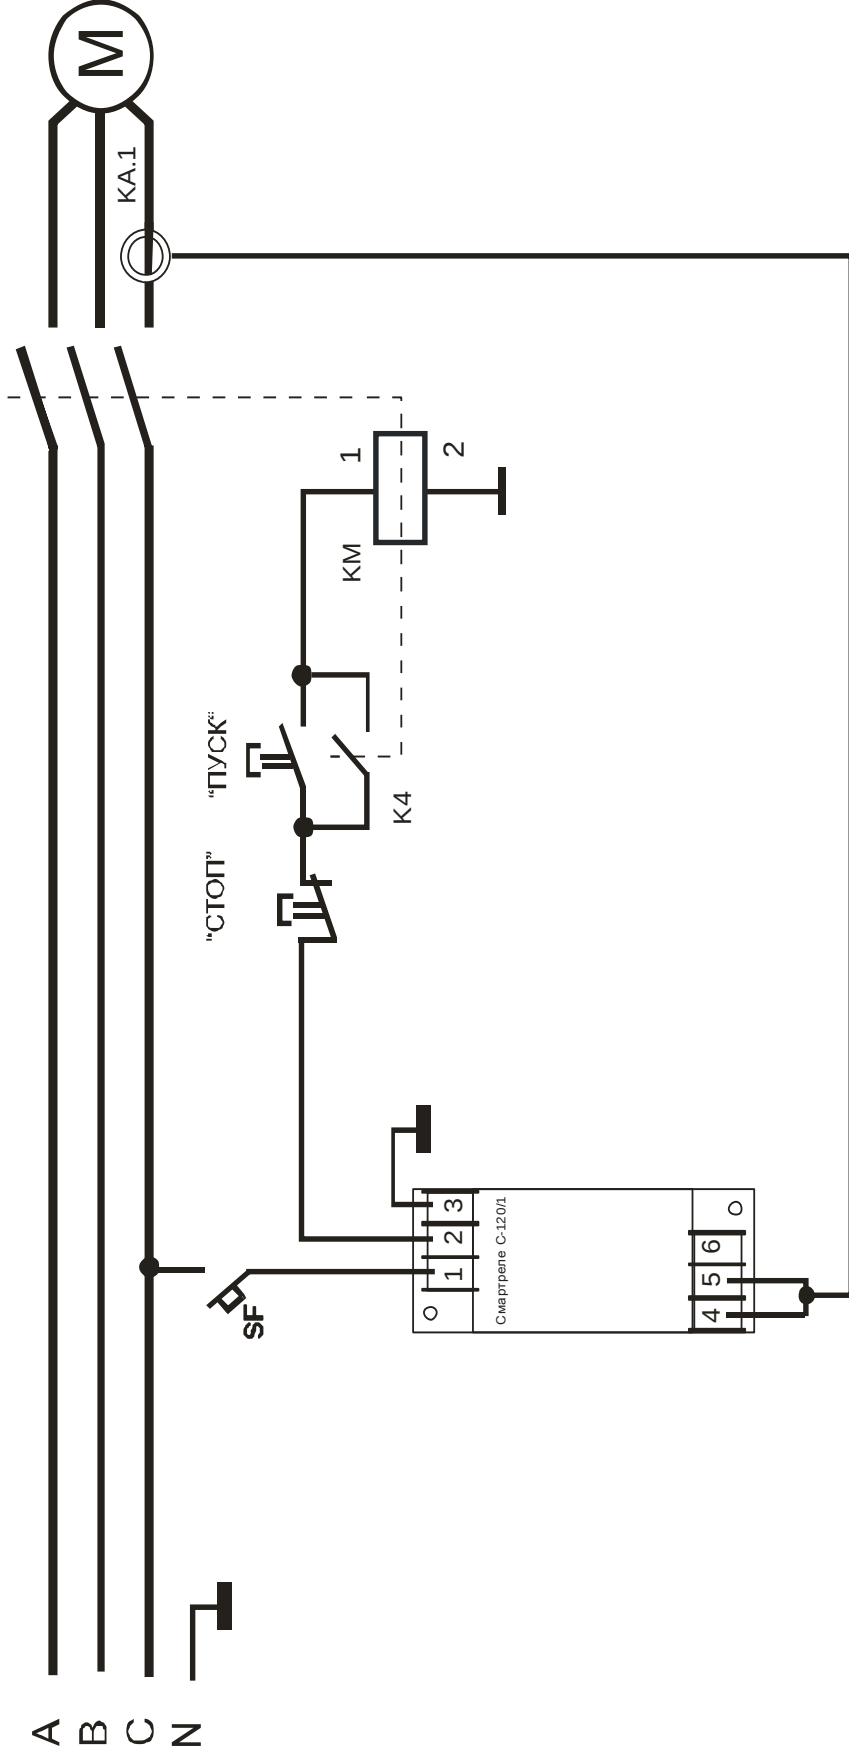

Рисунок 4 - схема включения СМАРТРЕЛЕ C-1230/1 в систему управления электродвигателем М
7.2. Подключение реле производится в соответствии со схемами рис.3, рис.4.